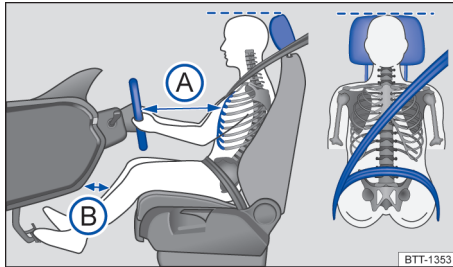

Fig. 20 Distância correta do condutor em relação ao volante, posição correta do cadarço do cinto de segurança e ajuste correto do apoio para cabeça.
- Ajustar o banco de modo que a distância entre o volante e o tórax tenha no mínimo 25 cm → Fig. 20 (A) e que o condutor possa segurar o volante pela borda externa com as duas mãos e os braços ligeiramente dobrados.
- Ajustar o banco do condutor na direção longitudinal de modo que os pedais possam ser acionados com as pernas ligeiramente arqueadas e a distância para o painel de instrumentos na área do joelho seja de, no mínimo, 10 cm → Fig. 20 (B)
- Para os bancos com apoio para cabeça: ajustar o apoio para cabeça de modo que a sua borda superior se encontre preferencialmente na mesma linha da parte superior da cabeça → Fig. 20 – porém não abaixo da altura dos olhos. Posicionar a parte posterior da cabeça o mais perto possível do apoio para cabeça.